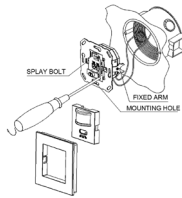

Figura 2
- Si desea instalarlo en un orificio circular, coloque el sensor en el orificio y apriete el perno de ajuste en ambos lados (consulte la figura 2). Si desea instalar un orificio cuadrado, coloque el sensor en el orificio, fije el tornillo a través del orificio de montaje (consulte la figura 3).